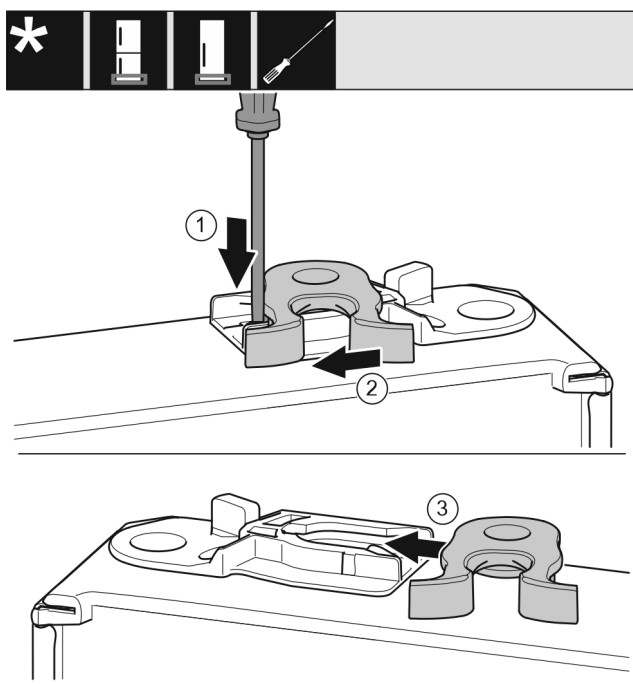

Fig. 18
- ▶ Strip Fig. 18 (1) met een platte schroevendraaier omlaag drukken.
- ▶ Sluithaak Fig. 18 (2) uit de geleiding trekken.
- ▶ Sluithaak Fig. 18 (3) aan andere zijde in geleiding schuiven.